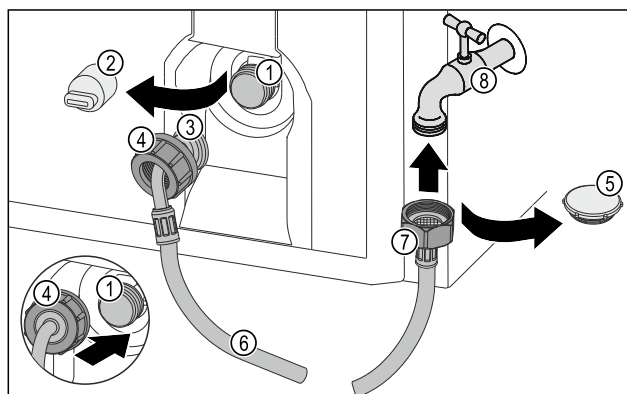

Fig. 45
- Rimuovere il coperchio di chiusura Fig. 45 (5).
- Posizionare l'estremità del flessibile diritta Fig. 45 (7) sul rubinetto dell'acqua Fig. 45 (8).
- Stringere in senso orario sull'estremità del flessibile diritta Fig. 45 (7) in senso orario.